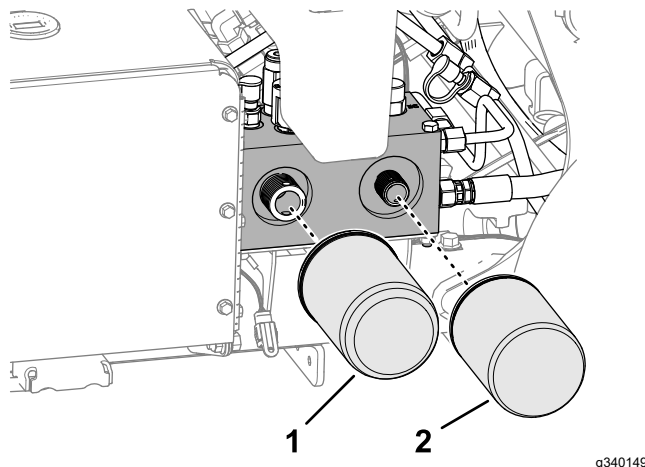

Figura 181
2. Amplașați o tavă de scurgere sub filtre, îndepărtați filtrele vechi și tergeți suprafața garniturii adaptorului de filtru (Figura 181).